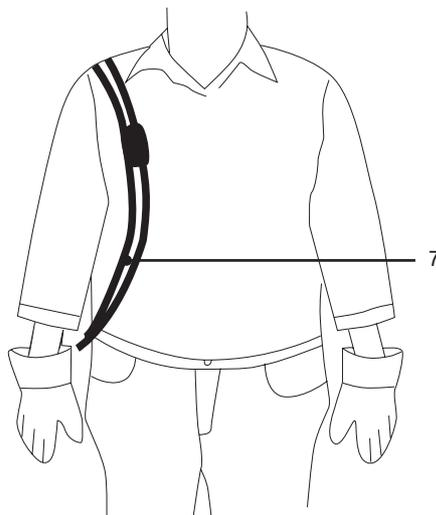

Fig. 22
- > Placez le harnais [7] sur l'épaule droite. Les mousquetons [7a] doivent être situés à la hanche droite. (Fig. 22)